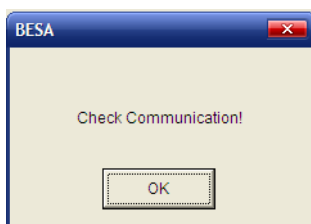

Fig.93
2. Se non c'è comunicazione, apparirà una casella di testo del messaggio (vedi sotto) Fig. 93